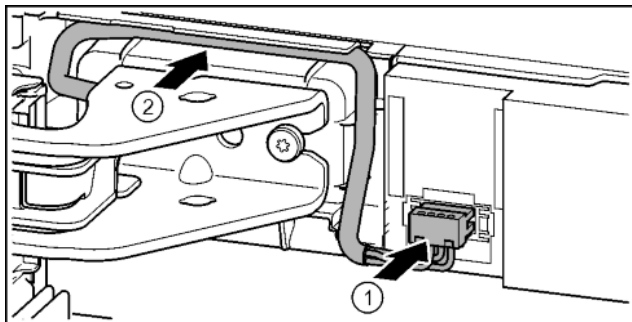

Fig. 41
- ▶ Nofiksējiet spraudni virs augšējā gultņa balsta un vada dzīslas uzmanīgi ielieciet kanālā. *Fig. 41 (1)*
- ▶ Pelēko vadu uzmanīgi ievietojiet vadotnē virs augšējā gultņa balsta. *Fig. 41 (2)*